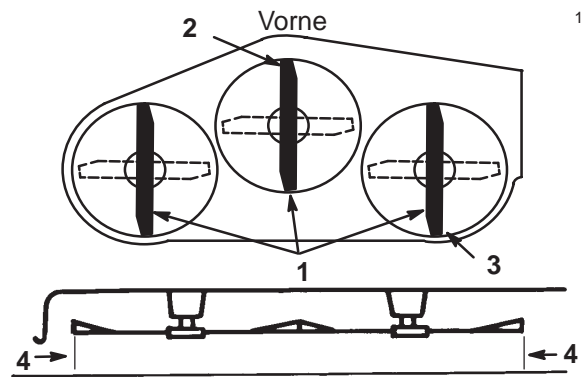

Bild 14
4. Stellen Sie den Schnitthöhenhebel in die „C“-Kerbe und drehen Sie die Messer vorsichtig, so dass sie nach vorne und hinten zeigen (Bild 14).
5. Messen Sie zwischen der Messerspitze vorne und hinten und der ebenen Fläche (Bild 14). Wenn die Spitze des vorderen Messers nicht 0–8 mm tiefer als die Spitze des hinteren Messers ist, stellen Sie die vordere Befestigungsplatte des Schneidwerks an der Achse ein (Bild 15).